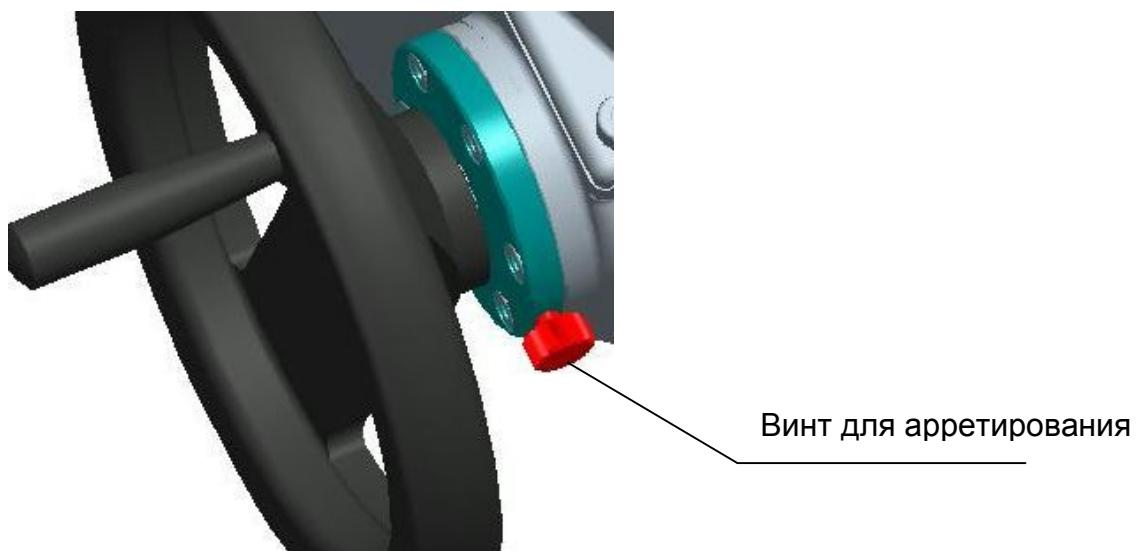

Рис. 15
- Во время ручного управления необходимо нажать арретирующую кнопку (рис.15)(МО 5-Ex). После окончания ручного управления арретирующую кнопку выключите.